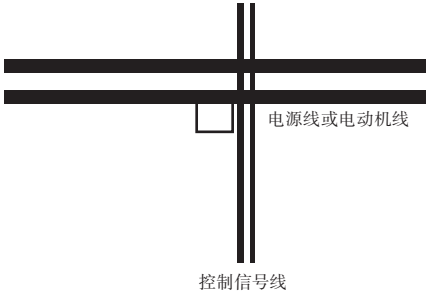

图3-26 系统配线要求
- ① 变频器到电动机的缆线(U、V、W端子引出线)应尽量避免与电源线(R、S、T或R、T端子输入线)平行走线。应保持30厘米以上的距离；
- ② 变频器输出U、V、W端子三根电机线尽量置于金属管或金属布线槽内；
- ③ 控制信号线应采用屏蔽电缆，屏蔽层与变频器PE端相连，靠近变频器侧单端接地；
- ④ 变频器PE端接地电缆不得借用其它设备接地线，必须直接与接地板相连；
- ⑤ 控制信号线不能与强电电缆(R、S、T或R、T与U、V、W)平行近距离布线，不能捆扎在一起，保持20~60厘米（与强电电流大小有关）以上的距离。如果要相交，则应相互垂直穿越，如图3-26所示；
- ⑥ 控制信号和传感器等弱电接地线必须与强电接地线分别独立接地；
- ⑦ 禁止在变频器电源输入端(R、S、T或R、T)上连接其它设备。